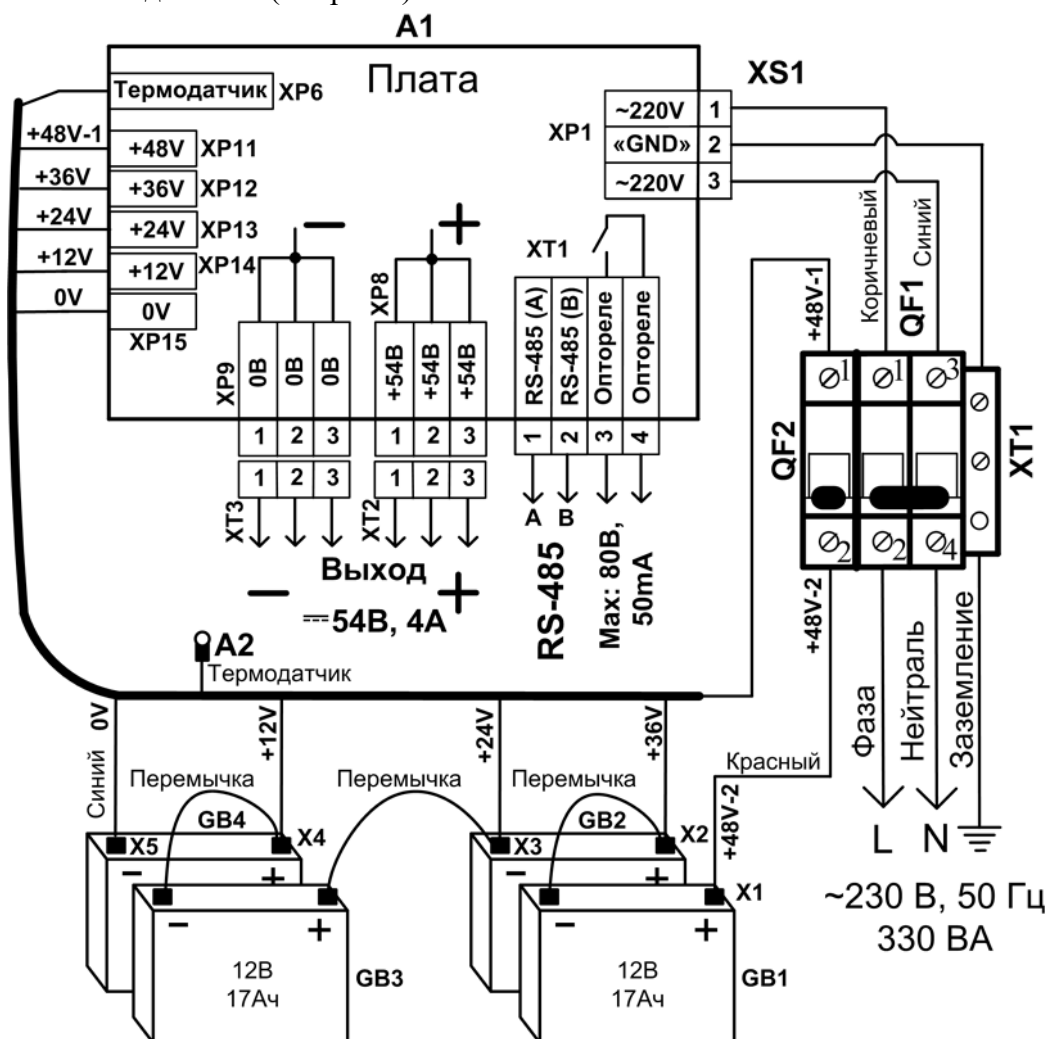

Рисунок 2. Схема соединений
Согласно схеме соединений (см. рис.2):
**Перед включением проверить правильность произведённого монтажа в соответствии со схемой подключения рис. 2!**